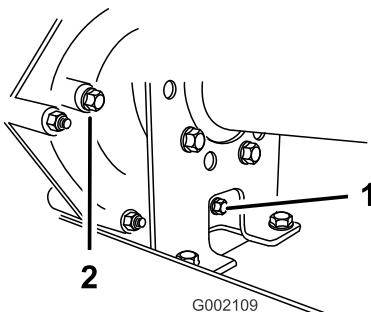

Bild 59
2. Reinigen Sie den Bereich um die Füll- und Ablassschraube mit einem Lappen (Bild 59).
4. Drehen Sie die Füllschraube nach links, um sie zu entfernen (Bild 59).
5. Drehen Sie die Ablassschraube nach links, um sie zu entfernen (Bild 59).
6. Setzen Sie die Ablassschraube und Dichtung in das Ablassschraubenloch am Getriebe ein und ziehen sie an (Bild 59).
7. Füllen Sie den Behälter (Bild 60) über das Füllschraubenloch mit ca. 1,4 l Öl der angegebenen Ölsorte oder bis der Ölstand im Getriebe die Unterseite des Gewindes erreicht (Bild 59).
8. Setzen Sie die Füllschraube und Dichtung in das Füllschraubenloch am Getriebe ein und ziehen sie an (Bild 59).
10. Prüfen Sie den Ölstand und füllen mehr Öl ein, wenn der Ölstand unter dem Gewinde im Füllschraubenloch liegt (Bild 59).